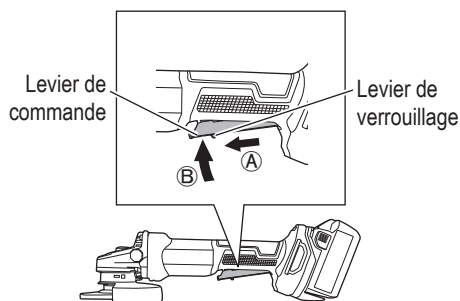

Fig. 17
<G3613DVF> (Fig. 17)
Pour mettre l'outil en marche, poussez le levier de verrouillage dans la direction de ① et appuyez sur le levier de commande dans la direction de ② comme indiqué sur la Fig. 17. Relâchez le levier de commande pour arrêter l'outil.